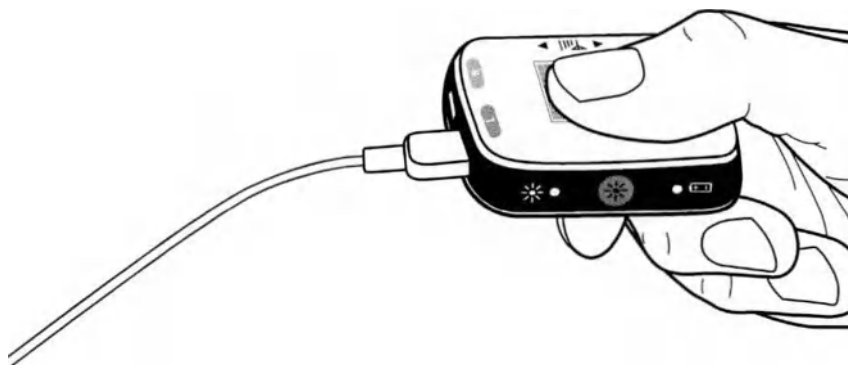

Рисунок 11. Подключение кабеля операционного к НТС 3
2. Подключите проксимальный конец удлинителя кабеля операционного к порту НТС 3 с меткой L, при этом дистальный конец кабеля операционного должен оставаться в пределах стерильного поля (Рисунок 11).